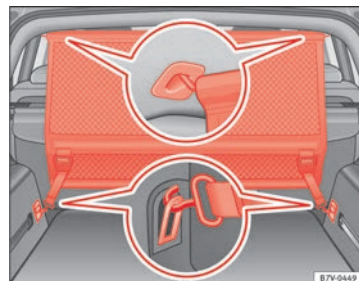

Fig. 94 Nel bagagliaio: Montare la rete divisoria dietro la seconda fila di sedili.
- Agganciare la rete divisoria al supporto posteriore sinistro del tetto ⇒ fig. 94 A. Assicurarsi di guidare la barra dalla parte superiore verso il basso.